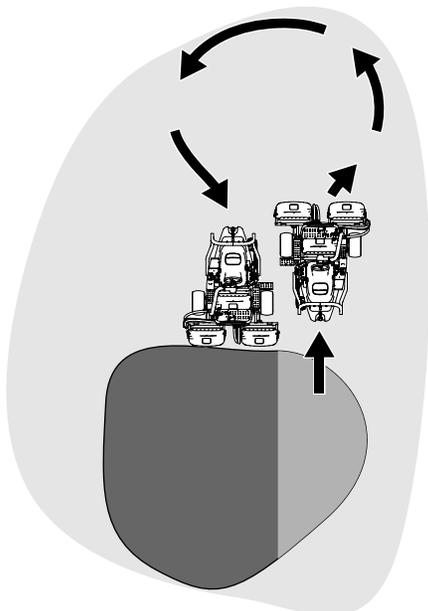

图23
- 要缩短下一趟剪草的操作时间并方便剪出直线应轻轻朝相反方向转动机器然后再转向未剪部分。此动作是一个泪滴状的转弯图23可将机器快速对齐进行下一趟剪草。